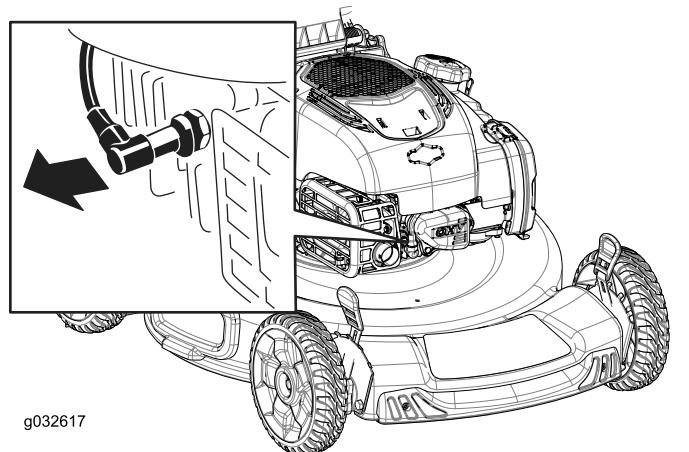

Figure 20
- Débranchez le fil de la bougie (Figure 20).